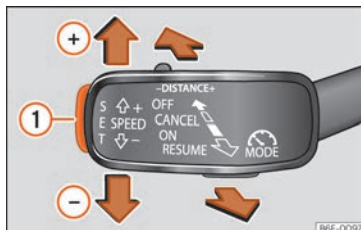

Abb. 151 Links an der Lenksäule: dritter Hebel für die Bedienung der GRA.
- Drücken Sie die Taste **SET** »» **Abb. 151** ①.
- Drücken Sie die Taste **SET** » **Abb. 151** , um die Geschwindigkeit in kleinen Schritten von 1 km/h (1 mph) zu reduzieren.